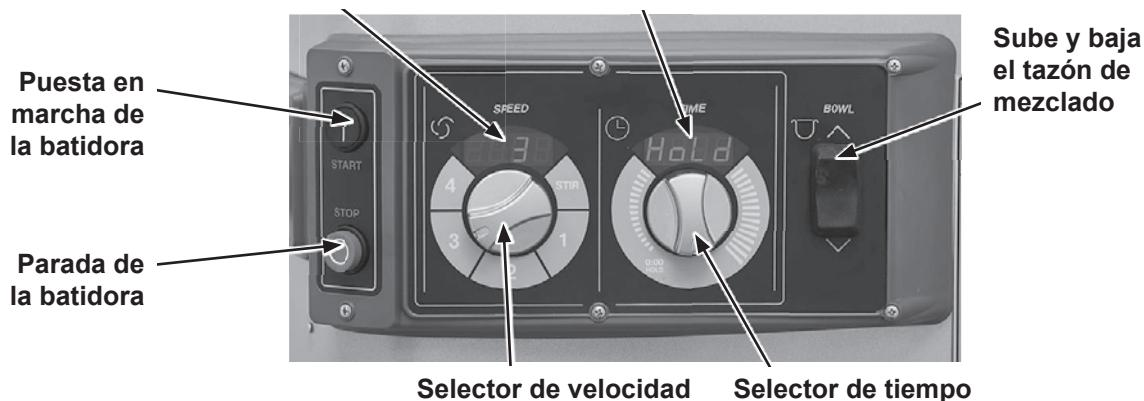

Fig. 6
1. Baje completamente el soporte del tazón manteniendo presionada la flecha hacia abajo en el interruptor del tazón (Fig. 6, Fig. 7 y Fig. 8).
1. Baje el tazón manteniendo presionada la flecha hacia abajo en el interruptor del tazón (Fig. 6, Fig. 7 y Fig. 8).
2. Baje el tazón manteniendo presionada la flecha hacia abajo en el interruptor del tazón (Fig. 6, Fig. 7 y Fig. 8).